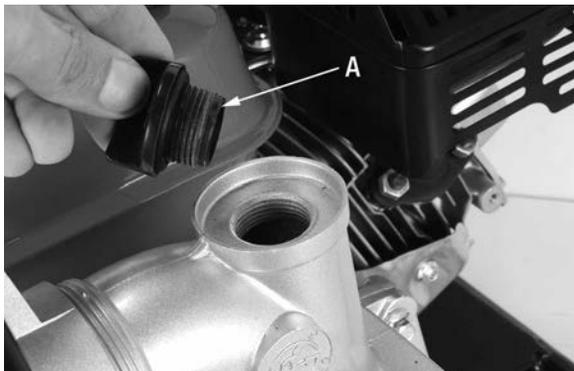

Figure 9
- 1) Dévissez et retirez le capuchon d'amorçage (A) Fig.9, il faut maintenant remplir la pompe avec de l'eau près du rebord de l'ouverture du capuchon.
- 7) Si vous apercevez que la pompe n'aspire pas d'eau, il est probable qu'il y a de l'air coincé à l'intérieure de la pompe. Il faut amorcer la pompe, pour sortir l'air hors de la pompe, désérrez le capuchon d'amorçage (A) Fig.9 pour laisser fuir l'air et reserrez le capuchon d'amorçage une fois que vous apercevez que la pompe fonctionne correctement.